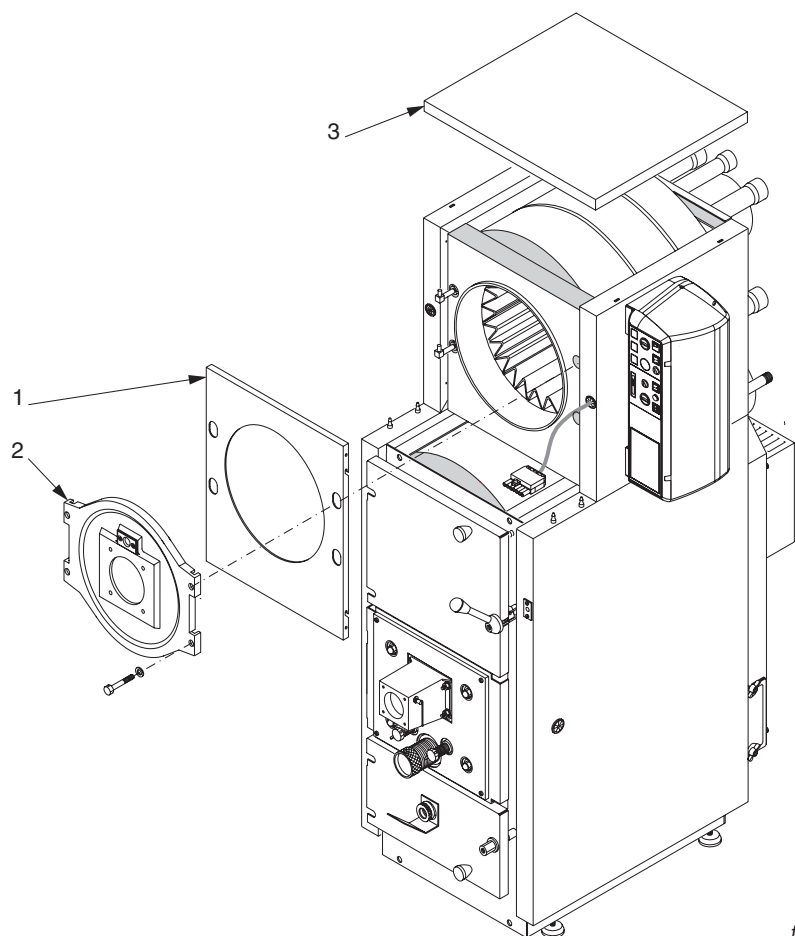

fig. 19
**Réf. fig.19**
- A) Monter le panneau avant (pos.1) du foyer auxiliaire en faisant correspondre les goujons fixés sur le pli intérieur des panneaux latéraux avec les fentes à baïonnette prévues à cet effet sur ce dernier. Pour cela, il sera nécessaire de soulever le panneau supérieur du foyer auxiliaire dans sa partie avant, de manière à faciliter la descente et le blocage des goujons dans les fentes à baïonnette du panneau avant.
- B) Remonter ensuite la porte en fonte du foyer auxiliaire (pos.2), puis bloquer celle-ci au moyen des 2 vis de fixation prévues à cet effet.
- C) Mettre en place le panneau supérieur du foyer auxiliaire (pos.3).